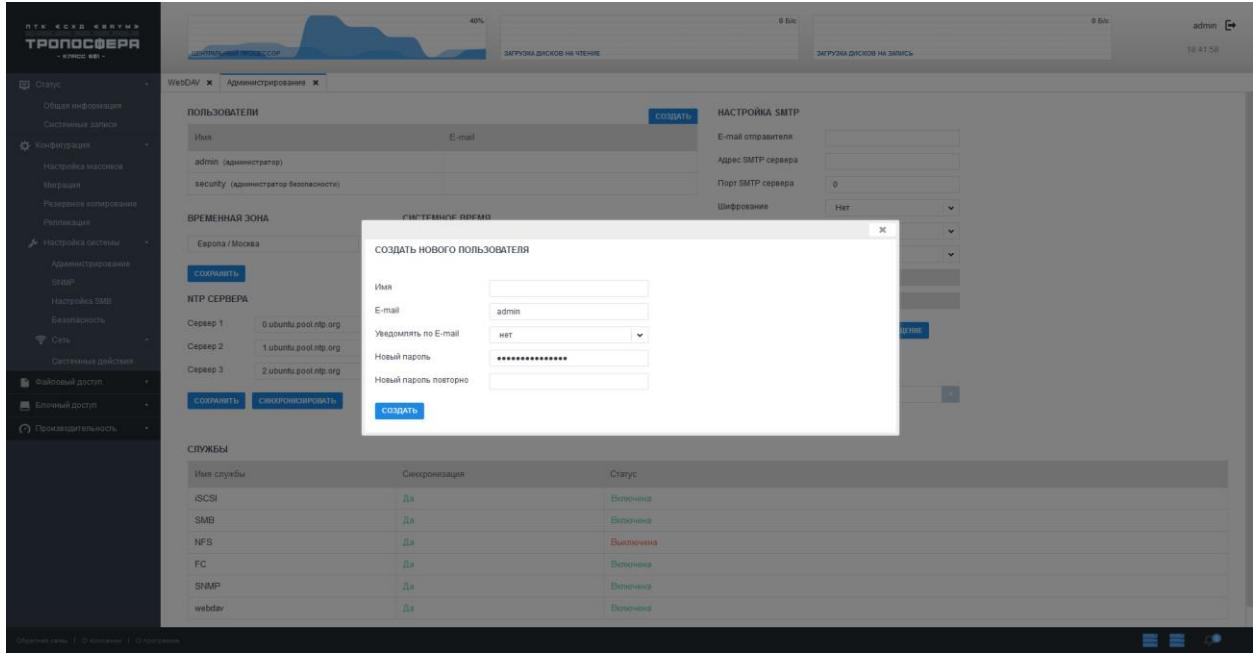

Рисунок 14 – Меню создания нового пользователя
- 3) В появившемся окне ввести имя пользователя, адрес электронной почты, опцию уведомления по электронной почте (Да/Нет), новый пароль и новый пароль повторно (см. Рисунок 14).